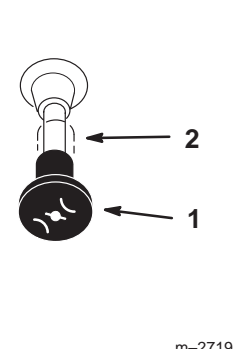

Figure 15
- Placez la manette de starter en position **En service** pour démarrer à froid (Fig. 15).
- Lorsque le moteur a démarré, amenez progressivement la manette de starter en position **hors service** (Fig. 15). Si le moteur cale ou hésite, ramenez la manette de starter à la position **en service** pendant quelques secondes. Réglez ensuite la manette d'accélérateur à la position voulue. Répétez l'opération si nécessaire.